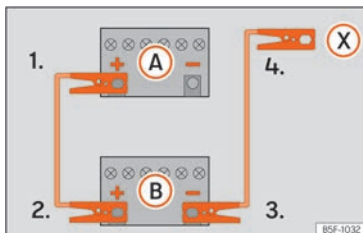

Abb. 45 Anschlusschema für Fahrzeuge ohne Start-Stopp-System.
zeugs mit der entladenen Fahrzeugbatterie (A) » » Abb. 45.
3. Klemmen Sie das andere Ende des roten Starthilfekabels an den Pluspol (+) des Strom gebenden Fahrzeugs (B).
- 4a. Bei Fahrzeugen ohne Start-Stopp-System: klemmen Sie ein Ende des schwarzen Starthilfekabels an den Minuspol (-) des stromgebenden Fahrzeugs (B) » » Abb. 45.